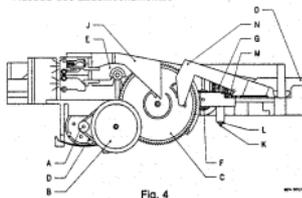
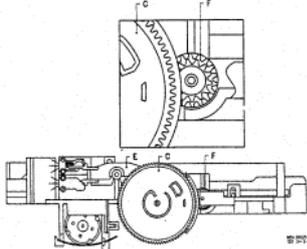

Fig. 4
Fig. 5
- Veranlassen, dass die Öffnung in Zahrad F senkrecht angeordnet ist (siehe Bild 4) und Kamrad C anbringen in der Weise wie in Bild 5 dargestellt.